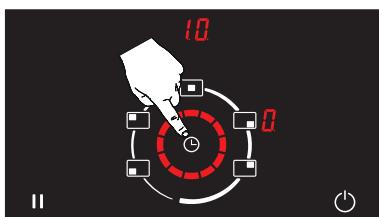

Figure 11
3. Vous pouvez désactiver la zone de cuisson sélectionnée en réglant une minuterie. Lorsque le temps programmé est écoulé, l'unité de cuisson s'éteint automatiquement en émettant un signal sonore. (Voir Fig. 11)